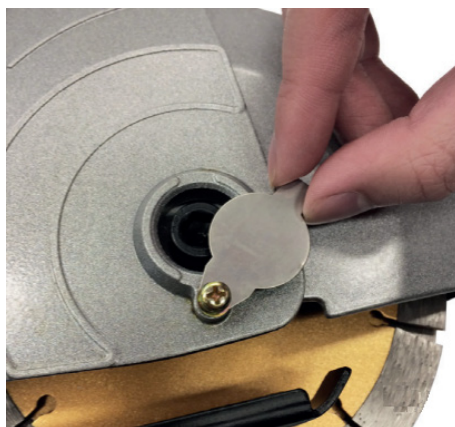

Fig. 8
- Far scorrere lo sportello lateralmente, Fig. 8.